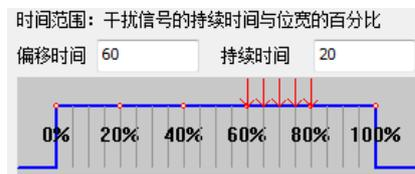

图 8.117 干扰位置
- ◇ 时间范围：定义了干扰的位置，即干扰时，将这个位的某个区域变成相反的电平。这个某个区域，使用“偏移时间”和“持续时间”来约束，比如干扰的节点波特率采样点为 70%，则干扰位置必须覆盖采样点位置，否则干扰无效，如图 8.117 所示。